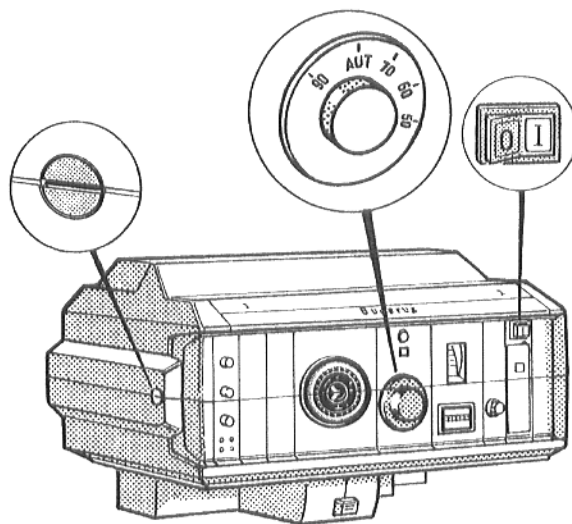

Abb. 4: Regelsystem 3000
- Bei Regelsystem 3000: Schraubenschlitz der Klarsichtabdeckung des Regelgeräts (Abb. 4) in waagerechte Stellung bringen, z.B. mit einer Münze. Klarsichtabdeckung nach vorne abnehmen.
- Schalter Betrieb (Abb. 4 bzw. 5) in Stellung I (EIN) stellen.
- Kesselwasser-Temperaturregler (Abb. 4 bzw. 5) auf "AUT" stellen. Ohne "Ecomatic-Regelung" auf die gewünschte Temperatur einstellen.
- Schalter Betrieb (Abb. 4 bzw. 5) in Stellung 0 (AUS) stellen.